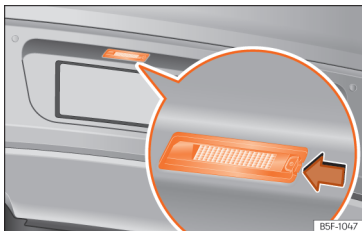

Abb. 72 Im Stoßfänger hinten: Kennzeichenleuchte.
- Mit der flachen Klinge des Schraubendrehers aus dem Bordwerkzeug (» Seite 43) in Pfeilrichtung in die Aussparung der Kennzeichenleuchte drücken » **Abb. 72**.